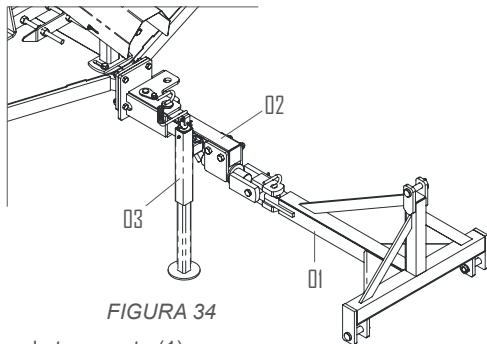

FIGURA 34
1 - Estacione o trator em superfície plana e segura. Em seguida, acople o cabeçalho de transporte (1), conforme ilustrado na Figura 34, utilizando os três pontos de engate do trator. Posteriormente, conecte o cabeçalho de engate (2) ao cabeçalho de transporte (1).